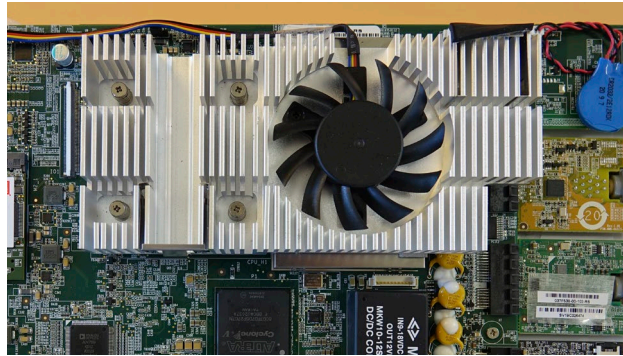

Abbildung 30 Installieren des Lüfters
- e) Installieren Sie den neuen Lüfter so, dass das Kabel zur Oberkante der Visualisierungseinheit zeigt (Abbildung 30)